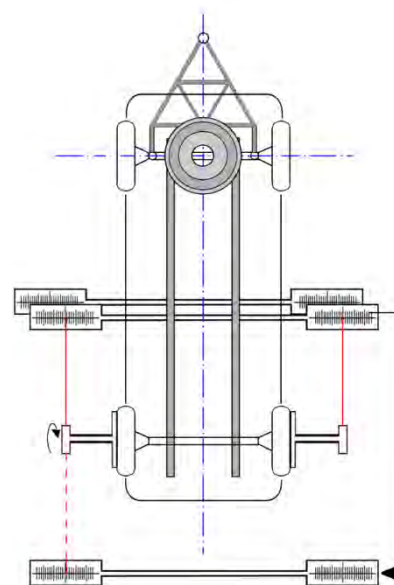

Рис. 22
- Теперь одну из шкал следует установить на другую отметку измеряемого моста (рис. 22)